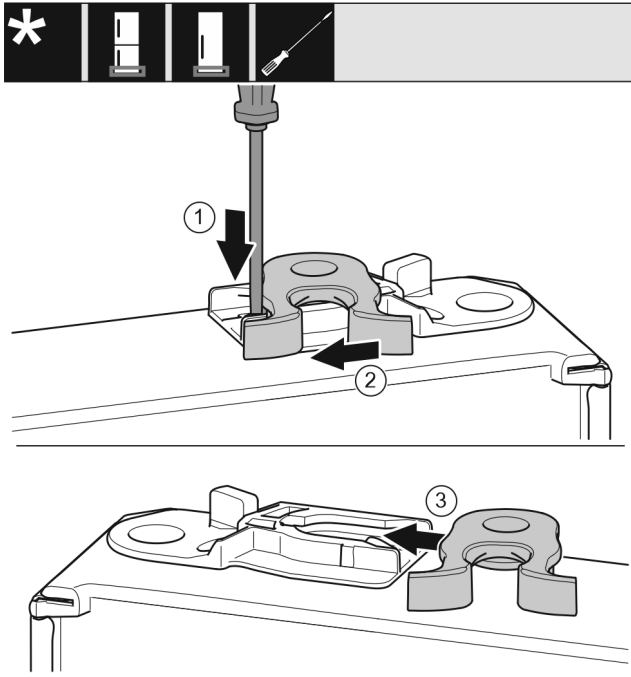

Fig. 51 *
- 用带槽螺丝刀向下按住接片 Fig. 51 (1)。*
- 将锁钩 Fig. 51 (2)从导向装置拉出。*
- 将另一侧的锁钩 Fig. 51 (3)推入导向装置。*